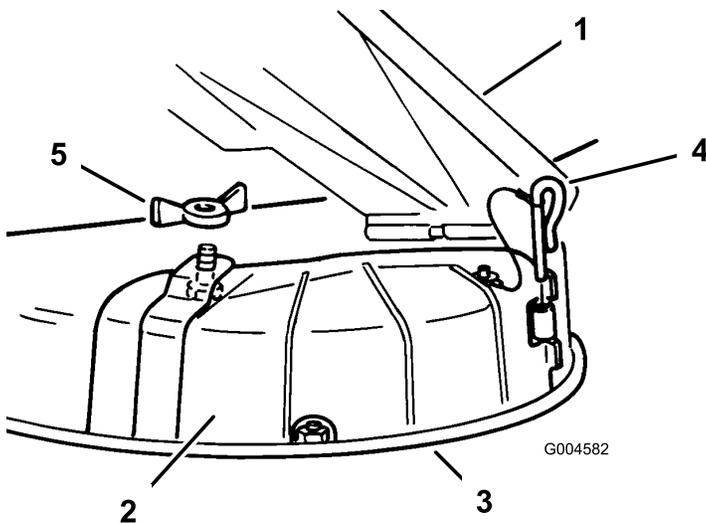

Figure 22
3. Retirez l'écrou à oreilles et le boulon qui fixent l'obturateur d'éjection en place (Figure 22).
4. Enlevez l'axe de charnière qui fixe l'obturateur au plateau de coupe (Figure 22).
3. Soulevez le déflexeur d'herbe et placez l'obturateur d'éjection sur l'ouverture et le bord inférieur du carter du plateau de coupe, avant de l'insérer dans la charnière avant (Figure 22).
4. Insérez l'axe dans la charnière (Figure 22).
5. Fixez l'obturateur d'éjection à la tondeuse à l'aide de l'écrou à oreilles (Figure 22).